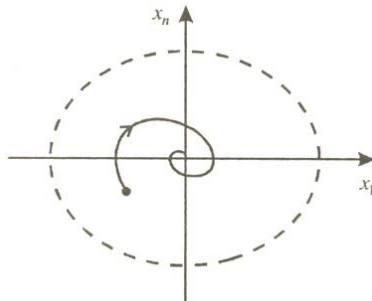

Рис. 1. Иллюстрация асимптотически устойчивого состояния равновесия
Условие (5) означает, что с течением времени фазовые траектории системы «стягиваются» к началу координат (рис. 1). При неустойчивом движении фазовая траектория удаляется от точки равновесия или вырождается в предельный цикл.